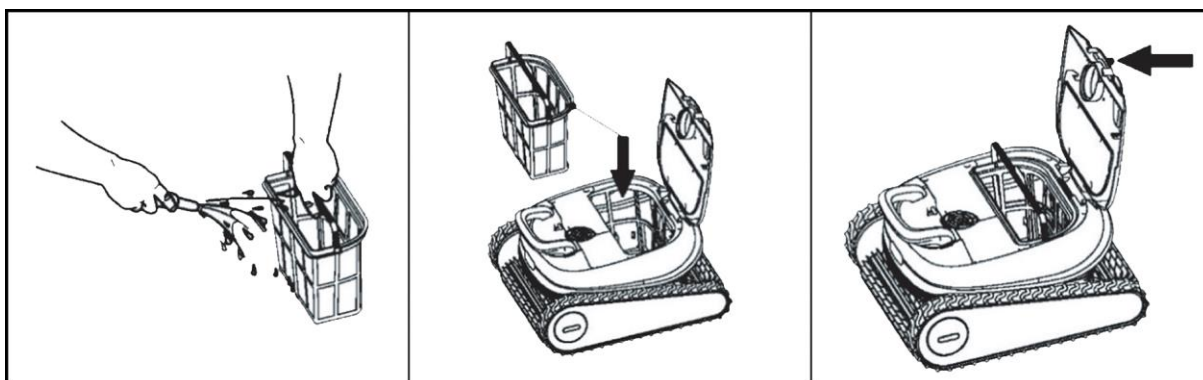

Fig. 6
- Si prega di rimuovere lo sporco e l'acqua nel loro complesso dalla parte interna del robot da piscina (Fig. 6).